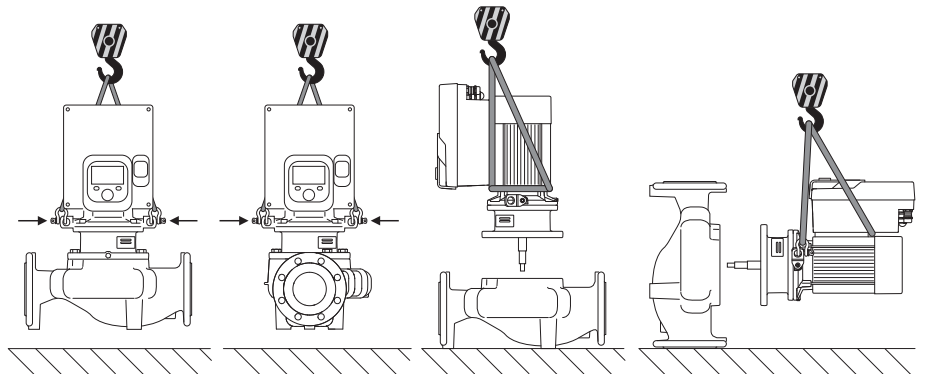

Fig. 6: Напрямок підймання одинарного насоса
Транспортувати насос потрібно за допомогою призначених для цього вантажозахоплювальних засобів (поліспаст, кран тощо). Вантажозахоплювальні засоби слід кріпити до спеціальних транспортувальних вушок на фланці двигуна. Підіймальні петлі за потреби треба зсунути під проміжну пластину (Fig. 6/7). Захистіть насос від перекидання.
2. Для безпеки закріпити вставний модуль (Fig. 4) необхідними підйомними пристроями за транспортувальні вушка. Щоб вузол не перекинувся, закріпити двигун і адаптер електронного модуля ременем, як показано на Fig. 6. Під час закріплення не допускати пошкодження електронного модуля.